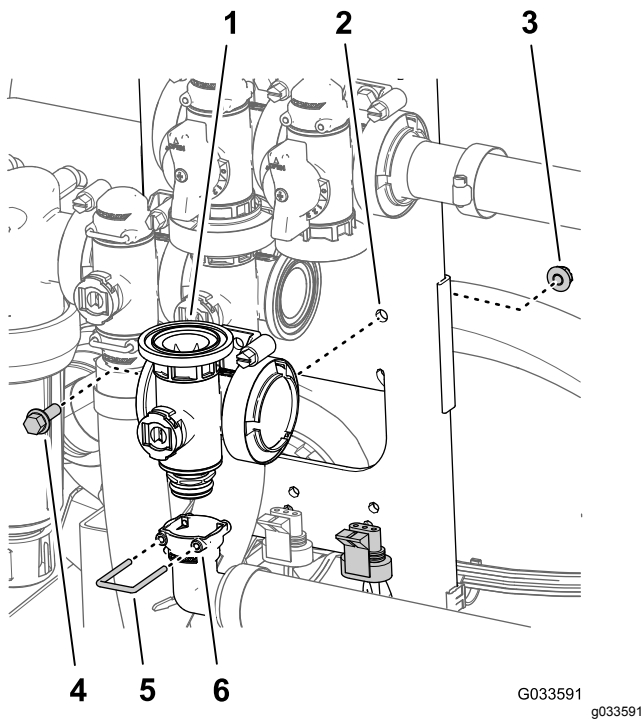

**Figura 126**
flangia della valvola di bypass principale della barra (Figura 126).
2. Montate il collettore della valvola principale delle barre, la guarnizione e la valvola di bypass principale della barra con un morsetto flangiato serrato manualmente (Figura 126).
3. Allineate la flangia del collettore della valvola principale delle barre, una guarnizione e il collettore della valvola dell'agitatore (Figura 126).
4. Montate il collettore della valvola principale delle barre, la guarnizione e il collettore della valvola dell'agitatore con un morsetto flangiato e serrate manualmente (Figura 126).
- Montate la valvola dell'agitatore sul supporto della valvola con il bullone a testa flangiata e il dado bloccaggio flangiato (Figura 126) rimossi al passaggio 3 di Rimozione della valvola del collettore principale delle barre \(pagina 84\) e serrate il dado e il bullone a 10–12 N·m.